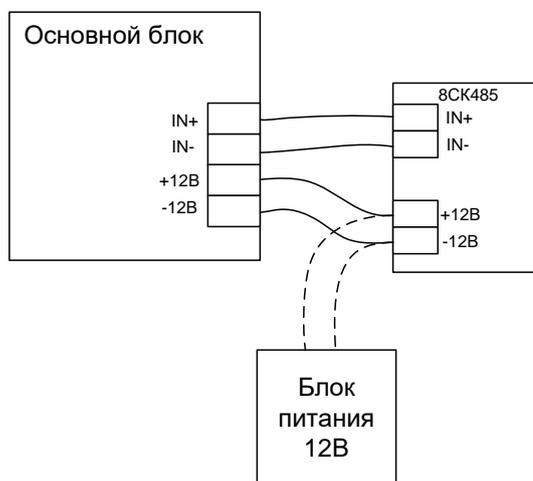

Рис. 2.2. Подключение 8СК485 к основному блоку
- Клеммы "-12В" и "+12В" предназначены для питания устройства. Питание можно подводить от основного блока или использовать адаптер ~220В/12В (см. рис.2.2).
- Для подвода питающих и интерфейсных проводов необходимо снять крышку устройства и закрепить провода в соответствующих им клеммах (см. рис. 2.2., 2.4.,2.5).